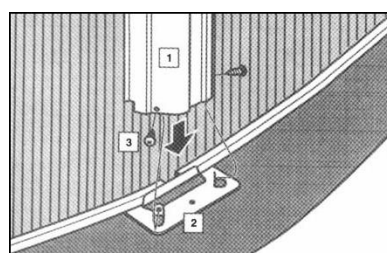

fig. 24
- Alinear la base de una de las columnas (fig. 24) (1) con las dos pequeñas lengüetas sobre una de las placas de base (fig. 24) (2), las lengüetas deben estar en el interior de las columnas.
- Alinear los agujeros para la colocación de los tornillos (fig. 24) (3) en cada lado.